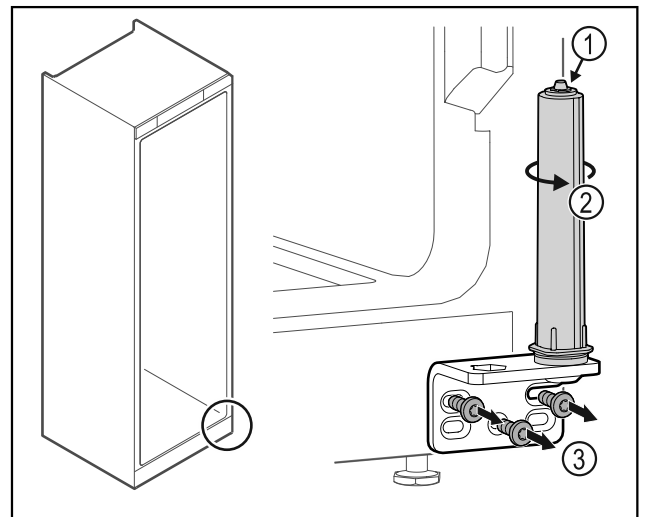

Fig. 32
- ▶ Älä pura oven sulkuyksikköä Fig. 32 (1).
- ▶ Kierrä sulkuyksikköä Fig. 32 (2), kunnes se naksahdaa.
- ▶ Irrota saranakulma Fig. 32 (3).